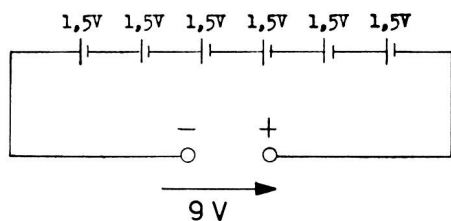

Fig. 20
**4. La batterie.** Les éléments électrolytiques ont l'inconvénient de ne produire que de très faibles tensions (1,5 à 2 volts). En pratique on a besoin, en général, de tensions plus élevées. On résout ce problème en connectant plusieurs éléments en une batterie (d'éléments). Dans ce cas on connecte tous les éléments en série (fig. 20).